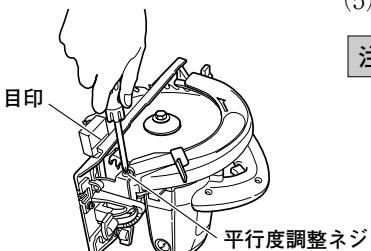

図 10
- (4) 目印を付けた木片をベース前方側に移動し、目印がベース側面に合うように平行度調整ネジを回します。(図10)
- (5) 調整後、固定ネジをしっかりと締付けます。